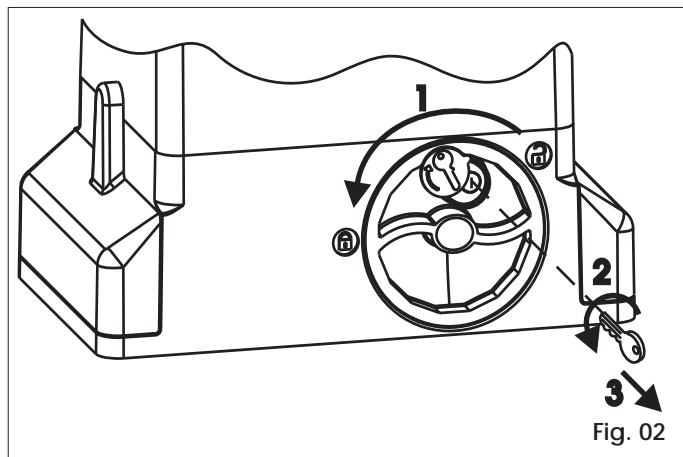

Fig. 02
- 1) Ruotare il sistema di sblocco in senso antiorario sino al suo arresto, Fig.02 rif.1.